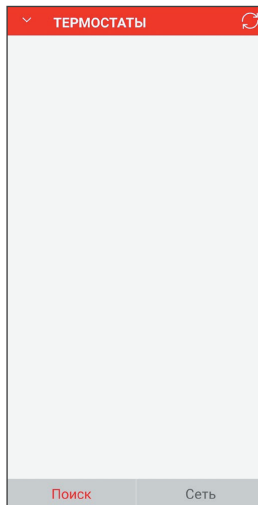

Рис. 8
8.3.1. Запустите приложение Valtec «Heat Control». После загрузки приложения появится окно «Термостаты». Нажмите кнопку «Сеть» для настройки WiFi-соединения (рис. 8).